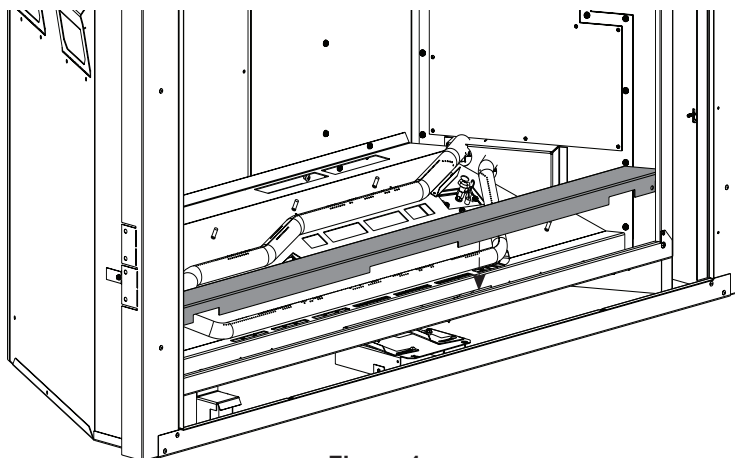

Figure 1
2. Poser la GARNITURE DU FOND comme montré à la **Figure 1**.